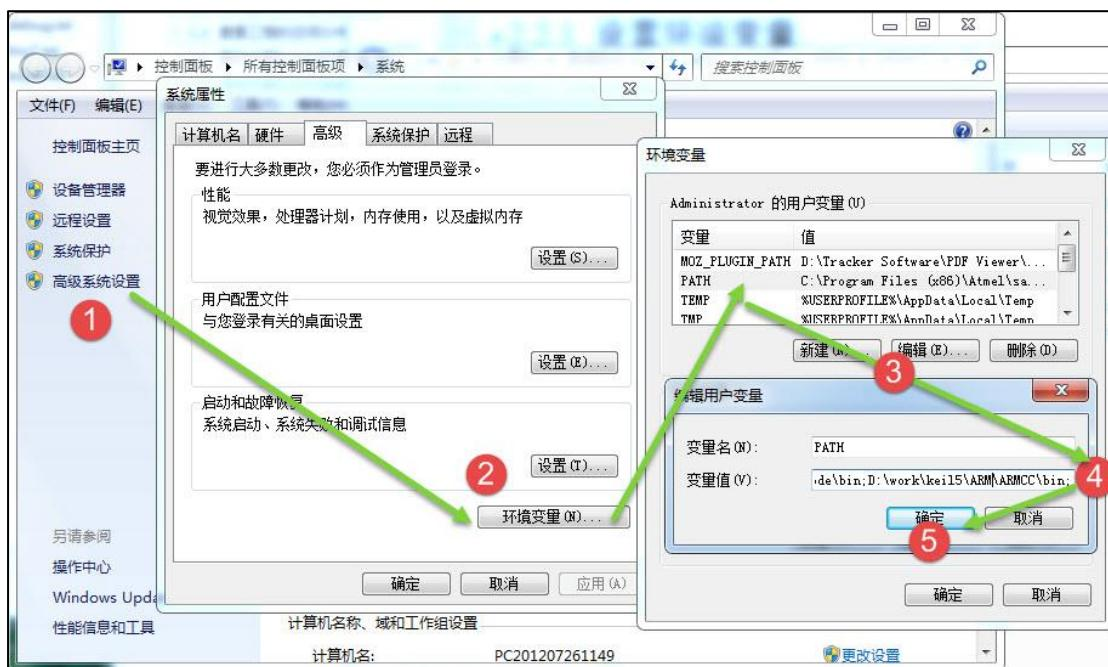

图 49-7 添加工具链路径到 PATH 变量
(2) 在弹出的属性页面依次点击“高级系统设置”->“环境变量”，在用户变量一栏中找到名为“PATH”的变量，若没有该变量，则新建一个。编辑“PATH”变量，在它的变量值中输入工具链的路径，如本机的是“;D:\work\keil5\ARM\ARMCC\bin”，注意要使用“分号;”让它与其它路径分隔开，输入完毕后依次点确定，见图 49-7；